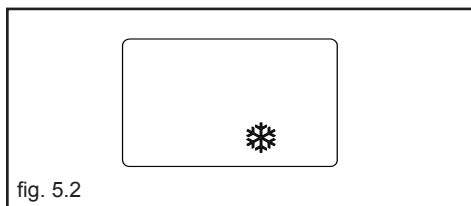

fig. 5.2
Durante il ciclo antigelo sul visualizzatore digitale appare il simbolo ❄️ (fig. 5.2).
- **Antigelo sanitario:** la funzione si avvia se la temperatura rilevata dalla sonda sanitaria scende sotto i 5 °C. In questa fase si attiva il circolatore e, se caldaia non in blocco, anche il bruciatore alla minima potenza finché la temperatura dell'acqua di mandata raggiunge i 55 °C. Durante il ciclo antigelo sul visualizzatore digitale appare il simbolo ❄️ (fig. 5.2).